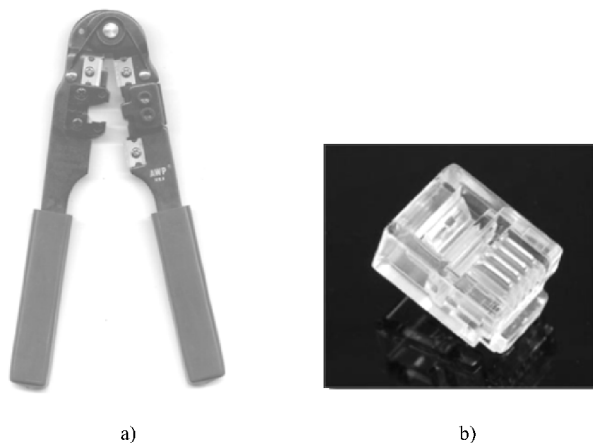

图 4-62 压线钳与 RJ-11 水晶头
1) 备好网络连接的设备 and 器材，电话线的水晶头被称为 RJ-11 接头，如图 4-62 所示。然后检查电话线水晶头的插头和接口是否良好。